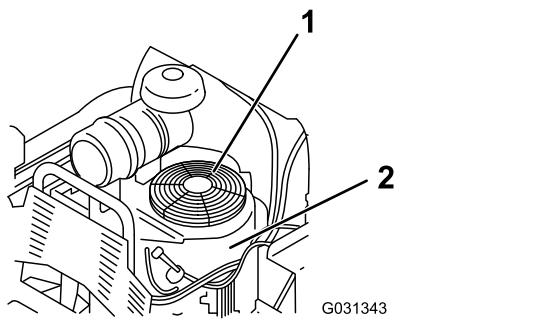

Bild 61
3. Entfernen Sie das Luftansauggitter und das Lüftergehäuse (Bild 61).
5. Setzen Sie das Luftansauggitter ein und bringen das Lüftergehäuse an (Bild 61).